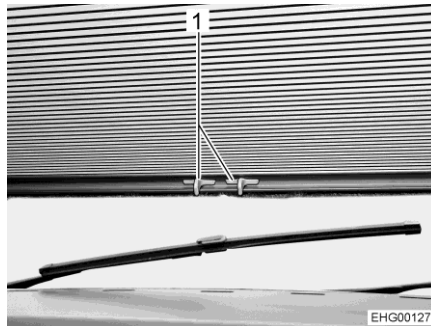

Fig. 44 Tendina oscurante pieghevole (parabrezza)
- Chiusura: ■ Premere la maniglia (Fig. 44,1) e tirare verso il basso l'oscurante.